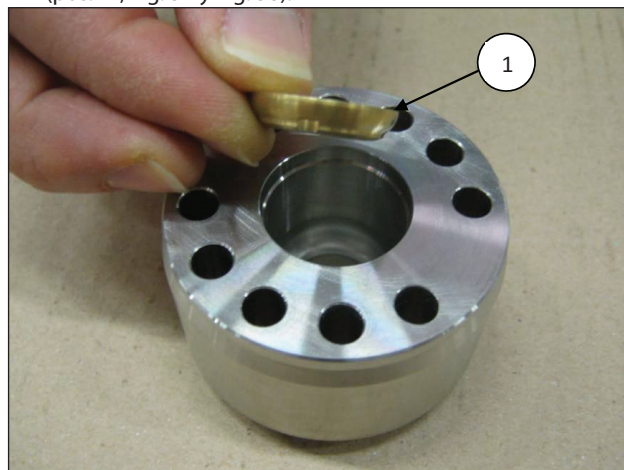
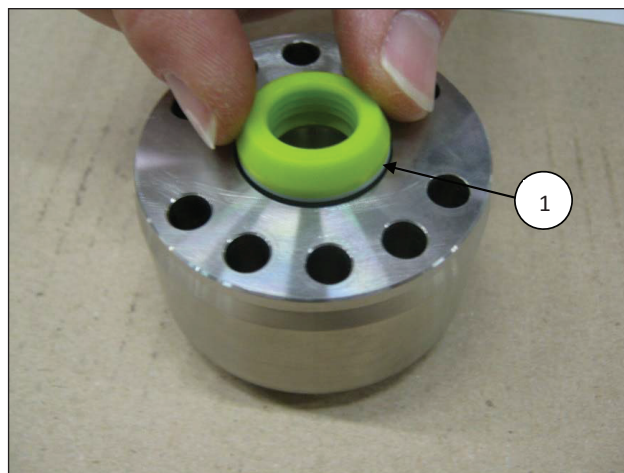
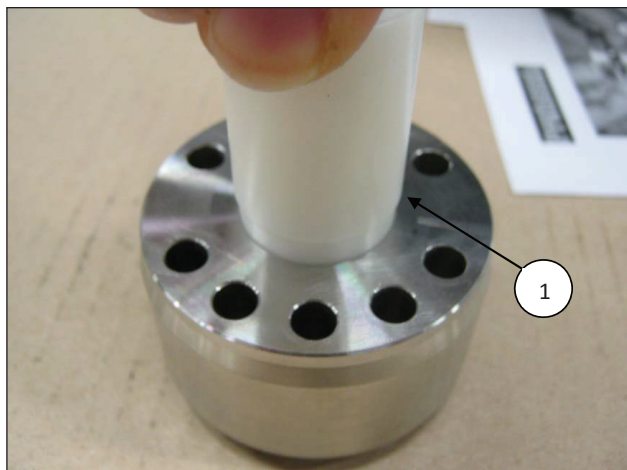

Fig. 56
Fig. 57
Fig. 58
- Introducir, en el soporte de las juntas HP, el anillo de cabecera (pos. ①, Fig. 56) y, a continuación, el paquete HP (alta presión); para evitar daños debido a la ligera interferencia entre la junta y el soporte de las juntas HP, se recomienda utilizar un tampón de material plástico (pos. ①, Fig. 57 y Fig. 58).
La junta H.P. se ha de introducir en la camisa con la junta tórica energizante de retención orientada hacia la dirección de trabajo del pistón, como se indica en la Fig. 57 y la Fig. 59.